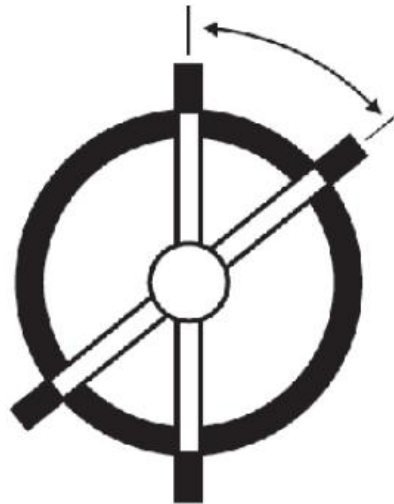

Fig. 8
a) Retirer la totalité du câble métallique (34) et verrouiller le tambour à l'aide verrou manuel. Tirer la butée (11) et tourner dans le sens des aiguilles d'une montre (30°) pour la placer dans la fente inférieure en position verrouillée (Fig. 6/ Fig. 8).
b) Retirer la charge/l'appareil du crochet inférieur (42). Relâcher totalement la tension du ressort en tournant la vis (50) dans le sens inverse des aiguilles d'une montre.
c) Retirer la vis (50) et la butée (51) de l'équilibreur.
d) Retirer le cadran gradué (31) en dévissant la vis (32). Tous les modèles ne sont pas équipés de cadran gradué.
e) Retirer les vis sans tête (13) et les écrous de serrage (49).
f) Retirer les vis (29) et le couvercle du boîtier (48). Sorter le bloc-ressort (18), le palan à tambour (33) et l'arbre central (14) du boîtier.
g) Retirer la vis sans tête (47) et l'ancien câble de la poulie.
h) Insérez un nouveau câble métallique dans l'équilibreur et attacher l'extrémité du câble à la poulie en serrant avec la vis de pression (47).
1. Le verrou manuel du tambour soit engagé (Fig. 8).
- Pour relâcher le verrou manuel du tambour, tirer sur la butée (12) et tourner dans le sens inverse des aiguilles d'une montre (30°) pour la placer dans la fente supérieure en position relâchement (voir Fig. 6/ Fig. 8).
2. La goupille de verrouillage de sécurité (25) soit engagée car la tension du ressort est réglée au minimum de ses capacités.
- La charge/l'appareil peut être déplacé d'environ 70 à 140 mm. Si la charge/l'appareil remonte après avoir été descendu puis relâché, tourner la vis (50) dans le sens inverse des aiguilles d'une montre jusqu'à ce que la charge/l'appareil redescende. Si la charge/l'appareil redescend après avoir été soulevé puis relâché, tourner la vis dans le sens des aiguilles d'une montre jusqu'à ce que la charge/l'appareil remonte.
b) Retirer les vis sans tête (14) et tous les écrous de serrage (48) pendant qu'une personne retient manuellement la charge/l'appareil.
- c) Retirer la charge/l'appareil du crochet inférieur (42) lorsque le câble métallique est totalement rétracté dans le tambour. Vérifier que la masse (poids) de la charge/l'appareil retiré corresponde aux capacités de l'équilibreur.
- d) Attacher un poids (conforme aux limites de capacité) au crochet inférieur (42) et régler la tension du ressort.